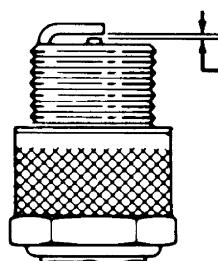

Figura 28
3. Verificate che la distanza fra gli elettrodi sia corretta Figura 28.